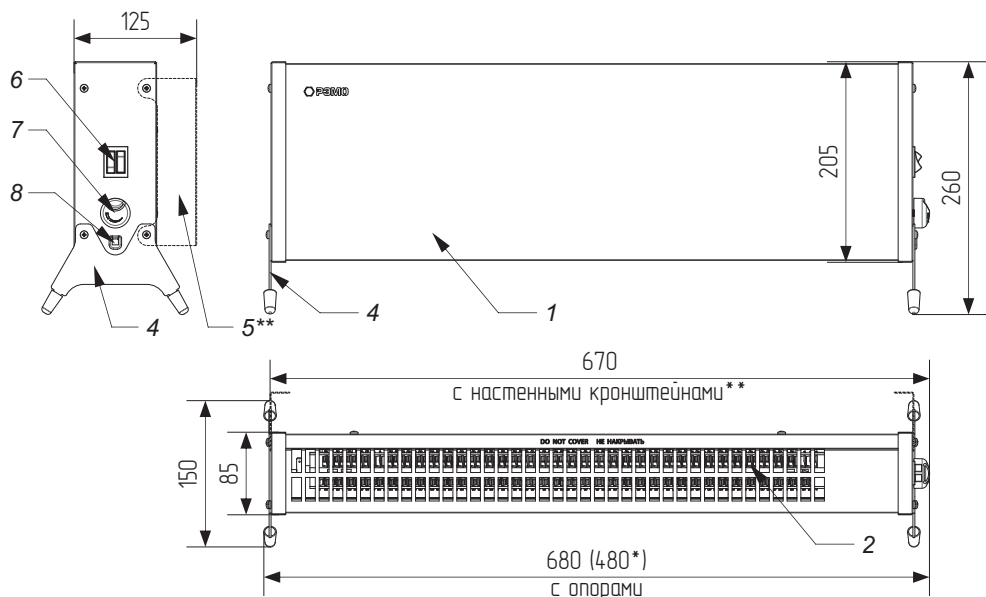

Рисунок 1. Габаритный чертёж и элементы конструкции электрического обогревателя.
5.1. Конвектор (см. рис. 1) представляет собой металлический корпус, состоящий из передней панели (1) и задней панели (3), внутри которого на шасси расположен электронагревательный элемент (на чертеже не показан). На корпус устанавливаются опоры (4) или настенные кронштейны (5) (только для СБ-1500.2, СБ-2000.2). На боковой поверхности корпуса расположены роковый переключатель (клавишный выключатель) с подсветкой (6) два переключателя для исполнений СБ-1500.2, СБ-2000.2) и ручка термостата (7). На боковой поверхности корпуса расположены роковый переключатель (клавишный выключатель) с подсветкой (6) (два переключателя для исполнений СБ-1500.2, СБ-2000.2) и ручка термостата (7).